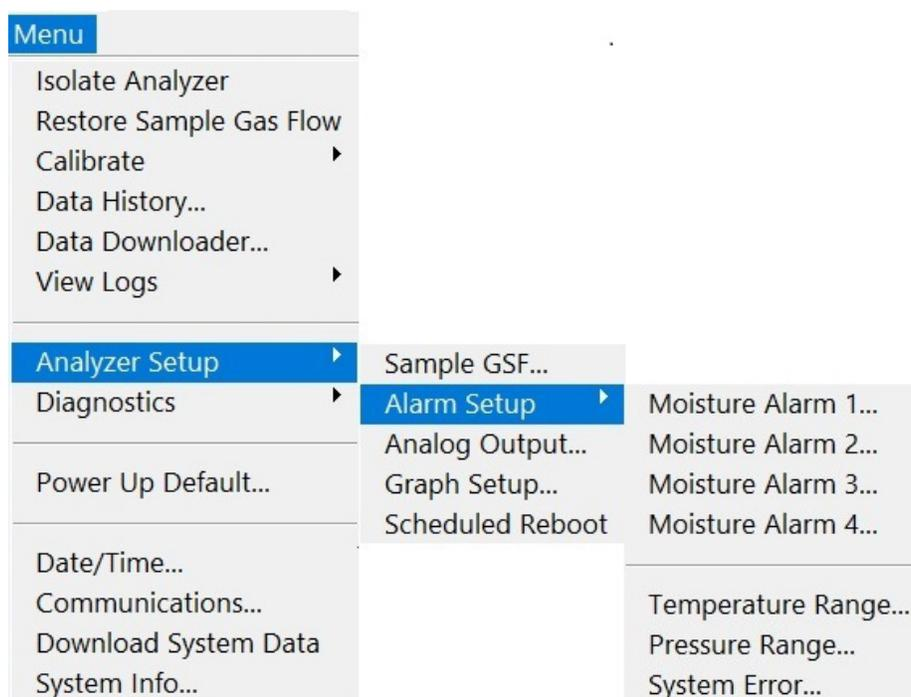
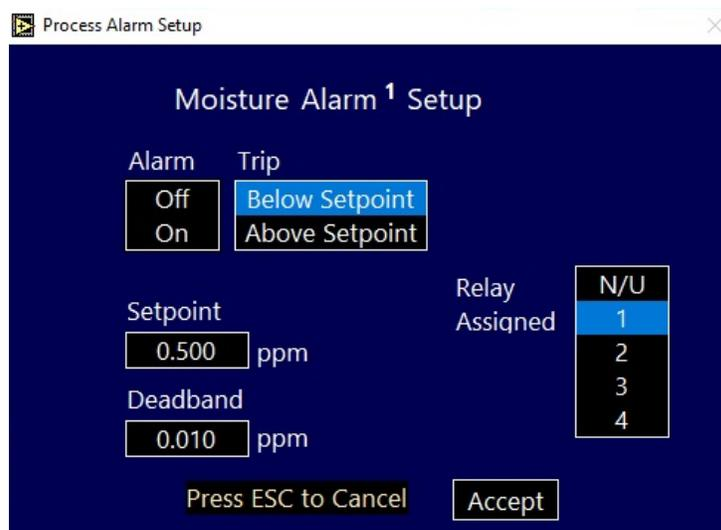
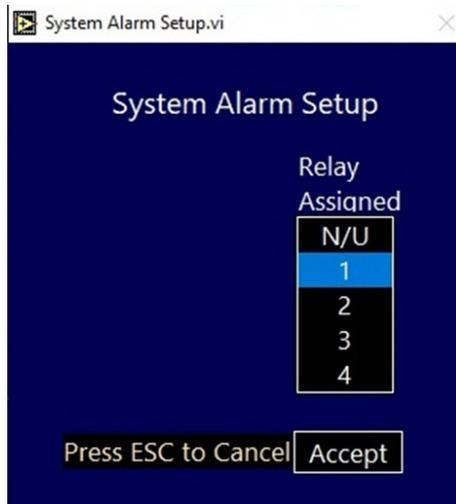

图 55：警报设置菜单选择
图 56: 警报设置屏幕
图 59: 系统警报设置
**警报设置**菜单选择如下文图 55 中所示。利用此菜单选择可以访问**水分 1 -4**、**温度**、**压力**和**系统错误**警报的子菜单。这些菜单选择所对应的屏幕如图 56 至图 59 中所示。